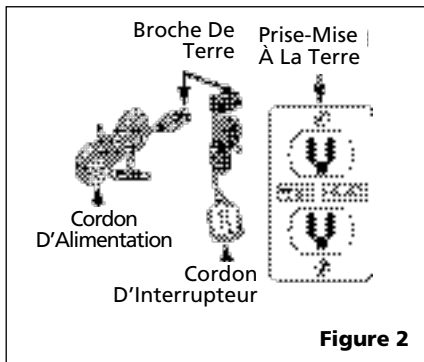

Figure 2
3. Introduire le cordon d'alimentation de la pompe directement en arrière de la fiche de l'interrupteur flotteur (Voir Fig. 2).